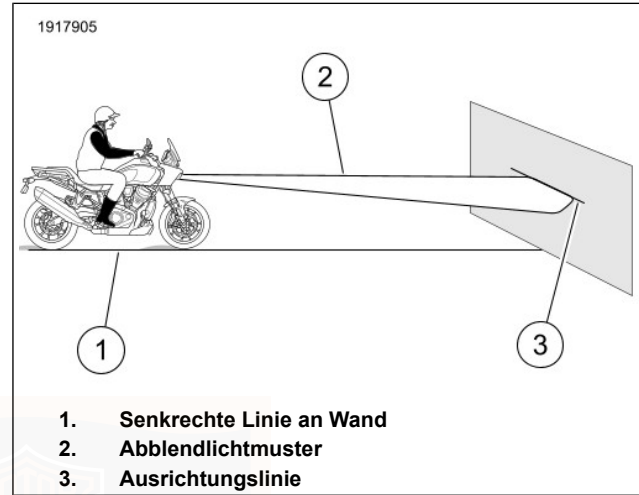

Abbildung 79. Scheinwerferausrichtung
1. Abbildung 79 Das Motorrad im rechten Winkel zur Wand (1) abstellen, sodass der Vorderreifen geradeaus auf die Wand zeigt.
- Abbildung 79 Eine Ausrichtungslinie (3) im berechneten Abstand direkt vor dem Motorrad an die Wand zeichnen.
- Sicherstellen, dass die Begrenzungslinie des Abblendlichtmusters (2) an der Ausrichtungslinie (3) ausgerichtet ist.